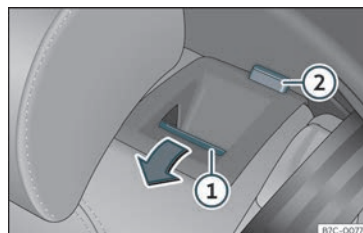

Fig. 111 Seient posterior: abatere el respalller.
- Premeu la tecla de desbloqueig»» **fig. 111**
① cap endavant i, alhora, abateu el respalller. El respalller del darrere està desbloquejat quan es veu una marca vermella a la tecla ②.
El respalller del darrere està desbloquejat quan es veu una marca vermella a la tecla »» **fig. 111** ②.